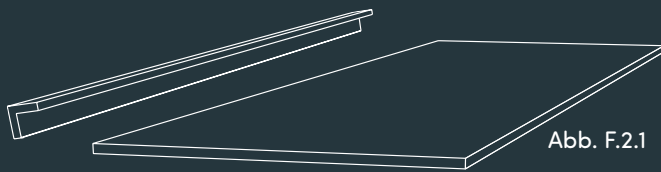

Abb. F.2.1
- Bodenbefestigung (Abb. F.2.1) auf geripptem Stahlblech (Abb. F.2.2) auf die Haupt- und Sekundärtraversen geschraubt.